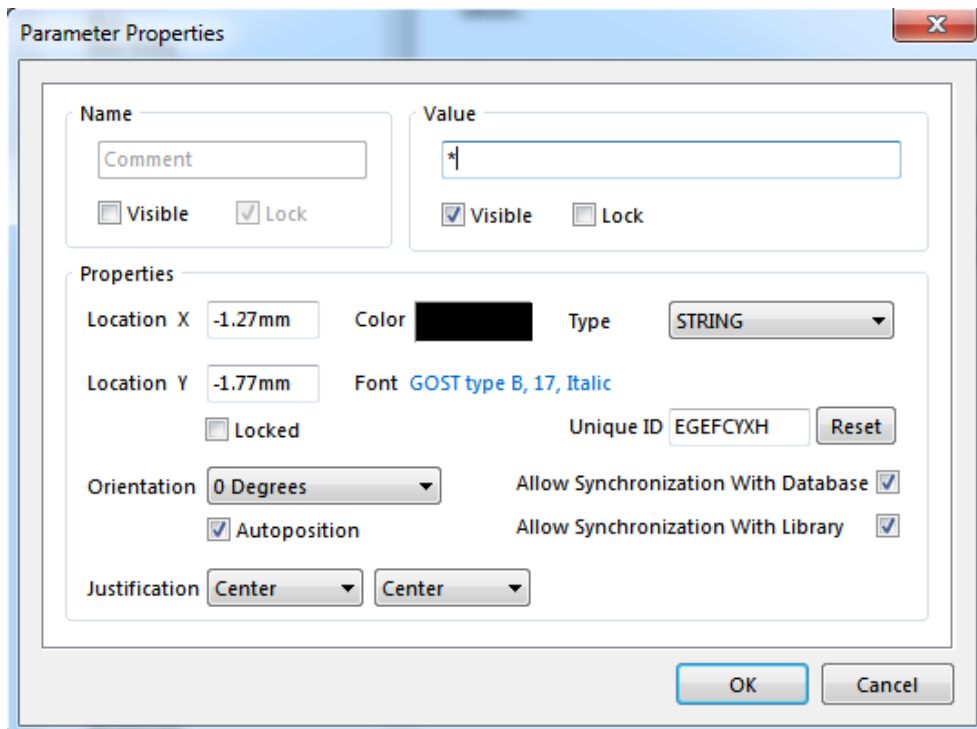
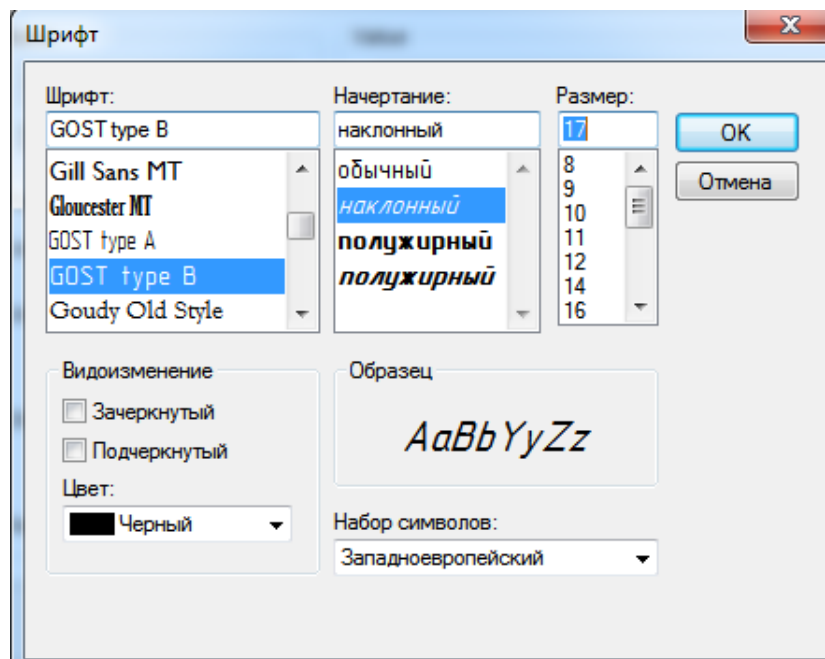

Рис. 1.9
Рис. 1.10
7) У списку **Primitives** оберіть **Comment**, поставте відмітку навпроти **Override library primitive**. Відкрийте вкладку **MMs** (міліметри) що знаходиться нижче та натисніть кнопку **Edit Values**. У вікні, що відкрилось налаштуйте параметри коментарів так як зображено на Рис. 1.9. Натисніть на тип шрифту у центрі вікна та налаштуйте шрифт так, зображено на Рис. 1.10. Натисніть **OK**.